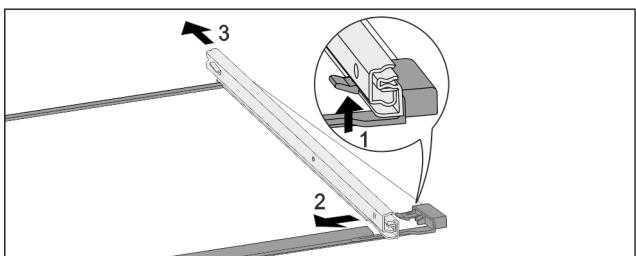

Fig. 174 Sklenená doska s koľajničkami
- Potlačte predný západkový hák nahor. Fig. 174 (1)
- Odsuňte vyťahovaciu koľajničku do strany Fig. 174 (2) a dozadu Fig. 174 (3).